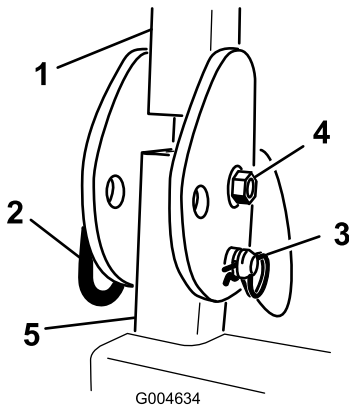

Figure 4
1. Retirez les goupilles fendues puis les 2 axes de l'arceau de sécurité (Figure 4).
2. Relevez complètement l'arceau de sécurité puis insérez les 2 axes et fixez ces derniers avec les goupilles fendues (Figure 4).